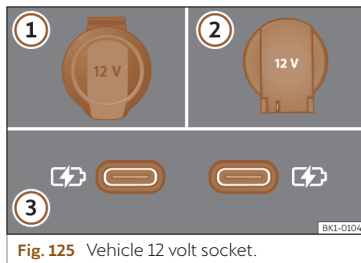

Fig. 125 Vehicle 12 volt socket.
>>> **Fig. 125**.
>>> **Fig. 125** ③.